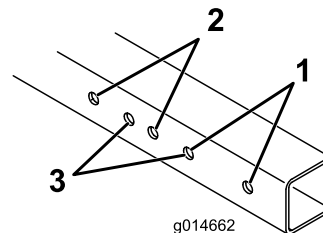

図 2
1. 図 2 を参考にして、搭載するグリーンモアの幅に合う取り付け穴を選ぶ。
注 グルーマを搭載しているグリーンズマスター 1000、1010、2000 では、グルーマ端部にあるホイールシャフトを外し、新しいホイールシャフト106-5385を別途購入して取り付ける必要があります。また、レールアセンブリグルーマの端部側を、グリーンズマスター 1600、1610 用の穴に取り付ける必要があります図 2。